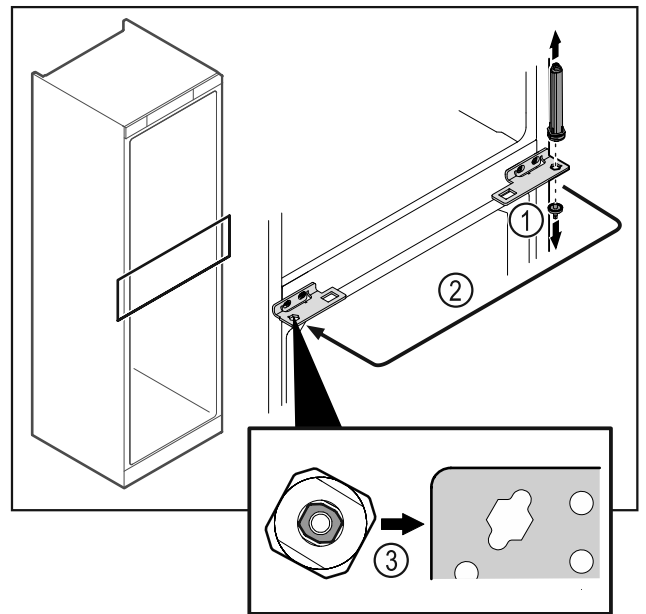

Fig. 48
- Dévisser l'axe de la charnière Fig. 48 (1).
- Changer le système de fermeture de la porte Fig. 48 (2) de côté.
- Lors de la mise en place, veiller à l'orientation correcte du système de fermeture de la porte Fig. 48 (3).